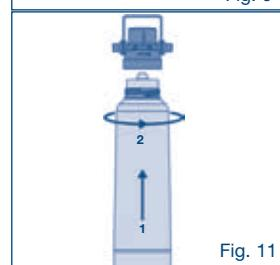

Fig. 11
3. Ruotare il filtro in senso antiorario verso il coperchio (vedi Fig. 11).